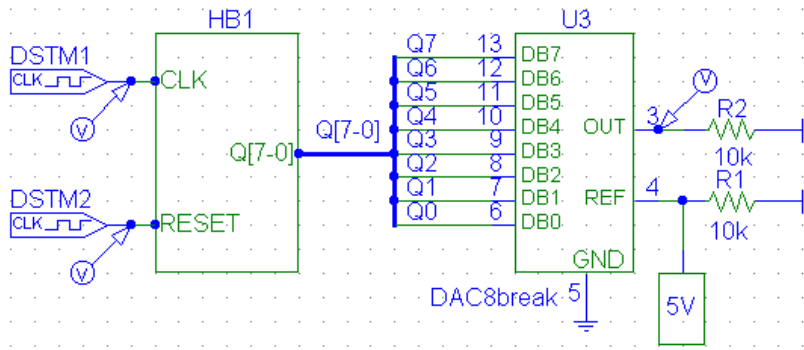
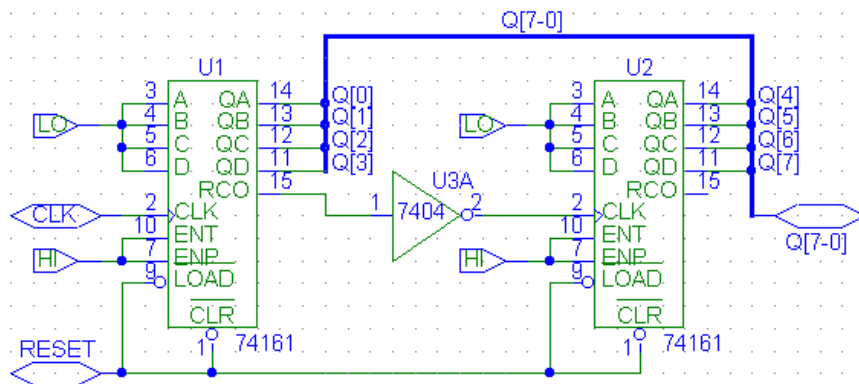

Figura 3.14. Circuito de ejemplo N° 5.
Figura 3.15. Bloque de contadores contenidos en caja Draw Bus de ejemplo N° 5.
Este ejemplo es especialmente importante porque en él se mostrará el uso del botón *Draw Bus* de la barra de herramientas de *Schematics* y la integración de circuitos en un *Draw Block*, además por supuesto de servir de introducción en la simulación de circuitos digitales. Esta señal será obtenida utilizando dos contadores binarios de 4 bits ascendente (Integrado 74161) y un convertidor digital analógico de 8 bits, además claro de el reloj respectivo y una señal de inicio de conversión y RESET. En la figura 3.14 se muestra en circuito diseñado (puede observarse el componente *Draw Block* “HB1”) y en la figura 3.15 se presenta el circuito que contiene esta caja *Draw Block* (Bloque de contadores).
nombre (en la figura 3.15 son Q0...Q7). Para asignar tal nombre solo tenemos que hacer doble click en la línea (línea fina) que une cada pin de los contadores con la línea **Draw Bus** (línea más gruesa) y enseguida aparecerá una ventana en la cual colocaremos el nombre correspondiente. Se debe hacer lo mismo para cada pin unido con el **Draw Bus**.
2. Colocados todos los nombres de los pines, hacemos doble click en el **Bus** para colocarle un nombre. En la figura 3.15 el nombre es Q[7-0]. Se recomienda que el nombre del **Bus** sea el mismo de la INTERFACE (figura hexagonal en el extremo del **Draw Bus**). En el circuito de la figura 3.15 también se colocaron interfaces para la señal de reloj (CLK) y para la señal de RESET.
3. Luego de hacer esto, se debe cargar el bloque de contadores en el **Draw Block** y seguidamente del pin Q[7-0] debemos hacer las uniones mostradas en la figura 3.14 con el **Draw Bus**. Debemos repetir el procedimiento para colocar los nombres respectivos a los pines que unen el **Draw Bus** con los pines del convertidor digital analógico (ADC). Terminada esta acción, debemos colocar el nombre del **Bus**, que debe ser el mismo al colocado en el **Bus** del bloque de contadores. Se recuerda que para colocar estos nombres
1. Primero se conectan los pines de salida de los contadores (figura 3.15) utilizando el botón **Draw Bus** de la barra de herramientas de **Schematics**. Seguidamente a cada punto de conexión se le asigna un